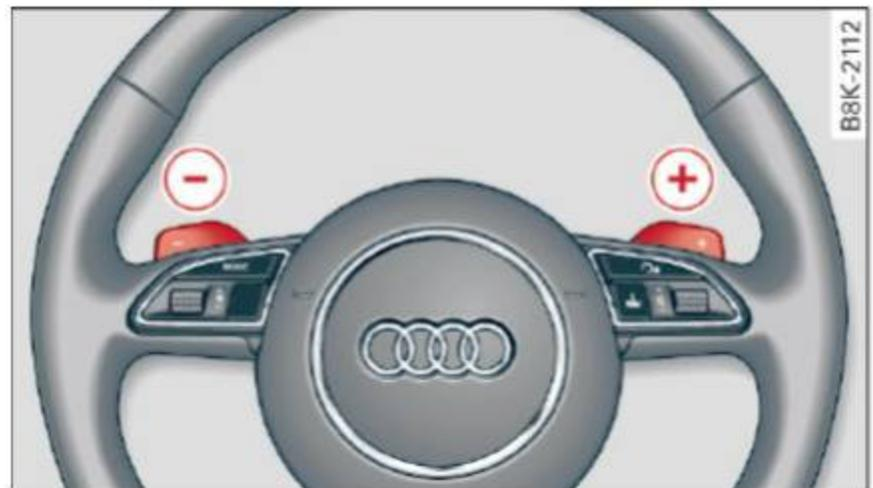

Fig. 90 Steering wheel: shift paddles*
- ▶ To upshift, touch the shift paddle on the right ⊕ ⇒ fig. 90.